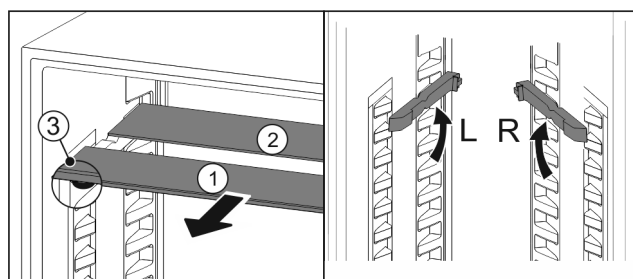

Fig. 17
- ▶ Skleněné desky jednotlivě vytáhněte dopředu Fig. 17 (1).
- ▷ Skleněná deska Fig. 17 (1) s ozdobnou lištou leží vpředu.
- ▷ Zářázky Fig. 17 (3) směřují dolů.